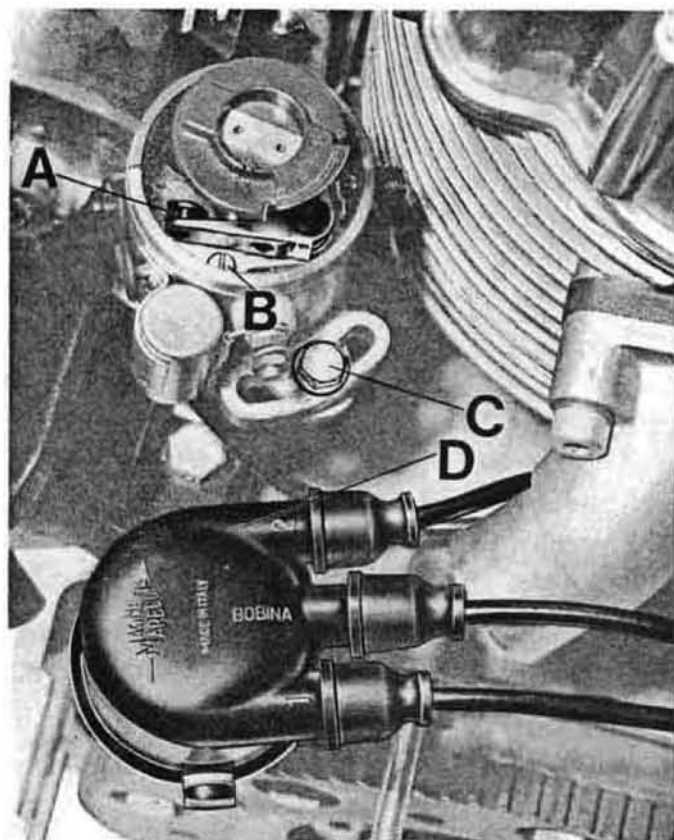

Fig. 141
- verificare l'apertura dei contatti (A di fig. 141) del distributore d'accensione sia di $mm\ 0,42 \div 0,48$ se non fossero, agire sulla vite di regolazione (B di fig. 141);
Se i contatti si aprono prima o dopo il punto stabilito, occorre allentare il bullone (C di fig. 141) che blocca il distributore d'accensione sul suo supporto, indi ruotarlo a destra o a sinistra fino a che i contatti inizino l'apertura esattamente al punto stabilito.
Montare quindi la calotta e collegare i cavi alle rispettive candele ed alla bobina d'accensione. Ricordarsi che il cavo che parte dal n. 2 stampigliato sulla calotta va collegato alla candela del cilindro n. 2 (sinistro) ed il cavo n. 1 alla candela del cilindro n. 1 (destro) ed il cavo che parte dalla calotta con stampigliato «BOBINA» alla bobina d'accensione (vedere fig. 141).